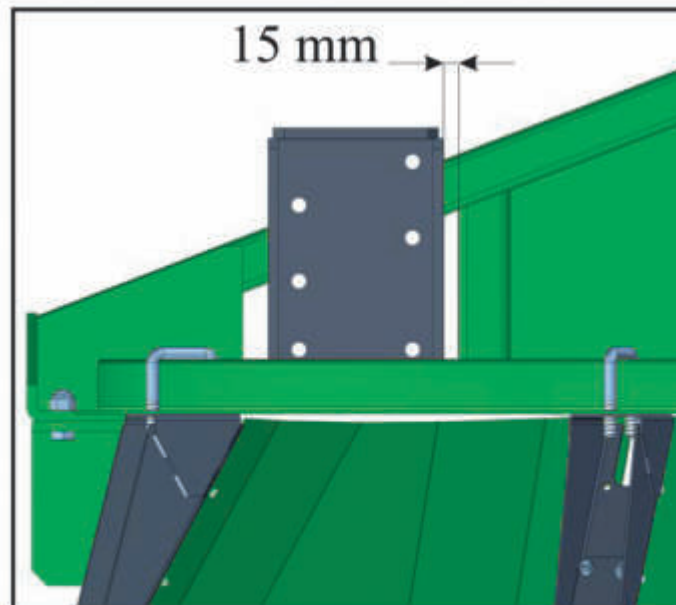
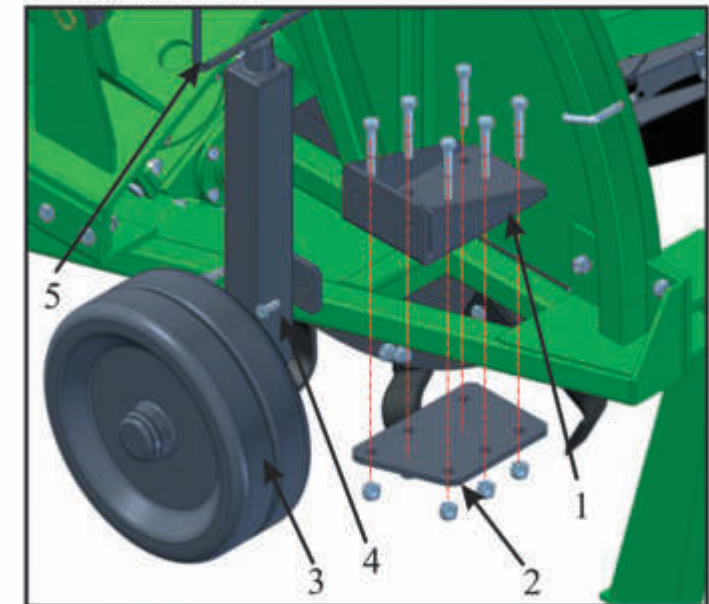

Fig.25
Fig.26
La ruota di regolazione della profondità è un accessorio che ha la funzione di fissare l'altezza di scavo ad un ben determinato valore; la regolazione si effettua ruotando la maniglia (n°5 fig.26).
2. Appoggiare la piastra superiore (n°1 fig.26) sul telaio ad una distanza dal tubolare di circa 15 mm e in maniera tale che i fori della piastra risultino tangenti al tubolare come indicato in fig. 25.
3. Fissare la piastra inferiore (n°2 fig.26) mediante le viti di collegamento e serrarle.
4. Collegare la ruota di regolazione (n°3 di fig.26) mediante le viti (n°4 di fig. 26) alla piastra superiore.
The depth adjustment wheel is an accessory with the purpose of fastening the height of the dig to a certain value; adjustment is carried out by turning the handle (n. 5 fig. 26).
2. Rest the upper plate (n. 1 fig. 26) on the chassis at a distance of about 15 mm from the tubular and so that the holes of the plate are tangent to the tubular as shown in fig. 25.
3. Fasten the upper plate (n. 2 fig. 26) using the connection screws and secure them.
4. Connect the adjustment wheel (n. 3 fig. 26) using the screws (n. 4 fig. 26) to the upper plate.
Das Einstellungsrad der Arbeitstiefe befestigt die Aushubhöhe bei einem bestimmten Wert; die Einstellung erfolgt über das Drehen des Griffs (Nr. 5 Abb. 26).
2. Die obere Platte (Nr. 1 Abb. 26) mit einem Abstand von 15 mm von den Rohren auf den Rahmen ablegen, sodass die Öffnungen der Platte zu den Rohren tangential sind, siehe Abb. 25.
3. Die untere Platte (Nr. 2 Abb. 26) über die Verbindungsschrauben befestigen und sie anschrauben.
4. Das Einstellungsrad (Nr. 3 Abb. 26) über die Schrauben (Nr. 4 Abb. 26) an der oberen Platte befestigen.